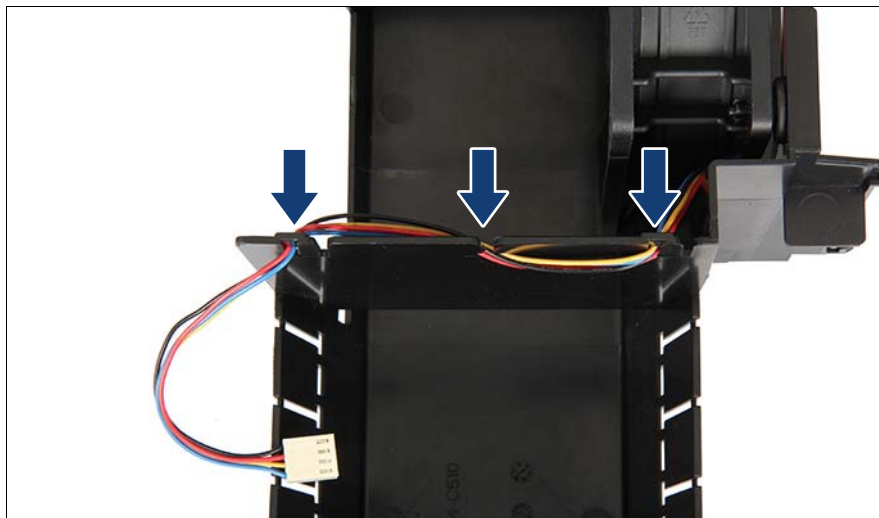

図 70: ガイドからのファンケーブルの取り外し
- ▶ 4 個の止めピンをスナップリベットに差し込み、しっかりと押し込みます (2)。
- ▶ ファンケーブルをガイドに挿入します (図 70 を参照)。